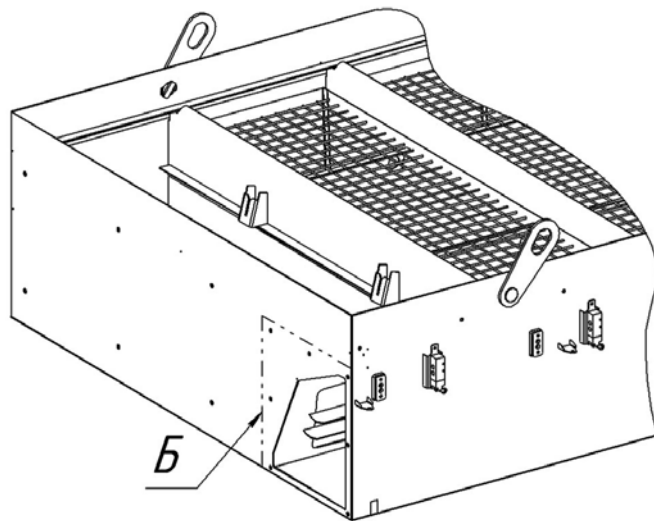

Рис. 6
6.10 Закрыть с одной стороны воздушный канал. Для этого наклеить прокладку HORDA-D на специальную заглушку (и прокладка, и заглушка входят в комплект монтажный), установить в отверстия Б (рис. 6) в одной из торцевых стенок получившегося стола гайки М8 (входят в комплект монтажный) и при помощи прилагаемых болтов М8×20 и плоских шайб 8 прикрутить заглушку к столу.